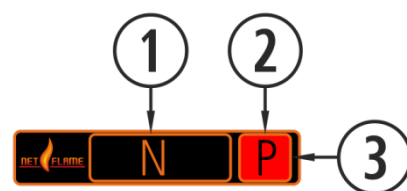

Figura 4
Per realizzare l'accensione dobbiamo premere il pulsante ☺ (pulsante on-off) sul pannello di controllo. Il punto ③ della figura 4 il suo colore cambierà a misura che passa per le diverse fasi di accensione.
Le menzionate icone vengono accompagnate dalla segnalazione del messaggio di sicurezza Axxx, vedere *figura 4* punto ③. Può indicare un'avaria dei sensori o dei motori della stufa. Vedere tabella che viene inclusa di seguito.